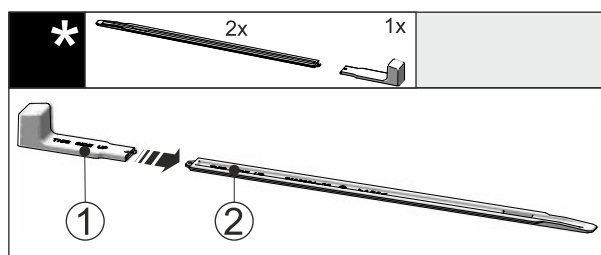

Fig. 50
- ▶ Montažni ročaj Fig. 50 (1) vstavite v izravnalno vodilo Fig. 50 (2).